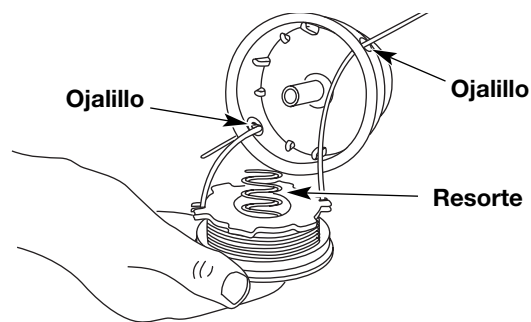

Fig. 21
- Inserte los extremos de la línea a través de los ojalillos de la bobina exterior y coloque el carrete interior con el resorte dentro de la bobina exterior (Fig. 21). Empuje el carrete interior y la bobina exterior entre sí. Mientras sostiene el carrete interior y la bobina exterior, tome los extremos y tire con firmeza para soltar la línea de las ranuras de fijación de la bobina.
- Inserte los extremos de la línea en los ojalillos de la bobina exterior (Fig. 21).